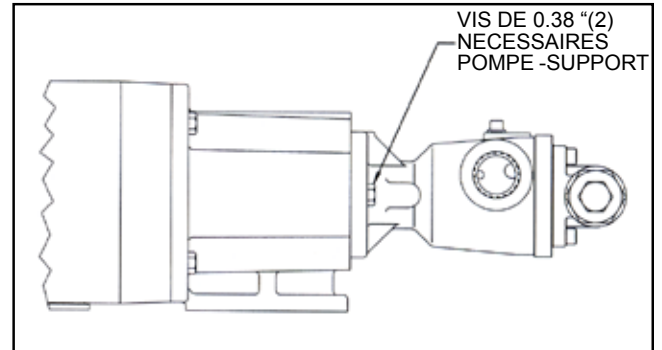

FIGURE 11
- Retirez la canalisation des orifices et retirez les vis qui maintiennent la pompe au support (Voir Figure 11). Soutenez la pompe avec un treuil roulant si possible.